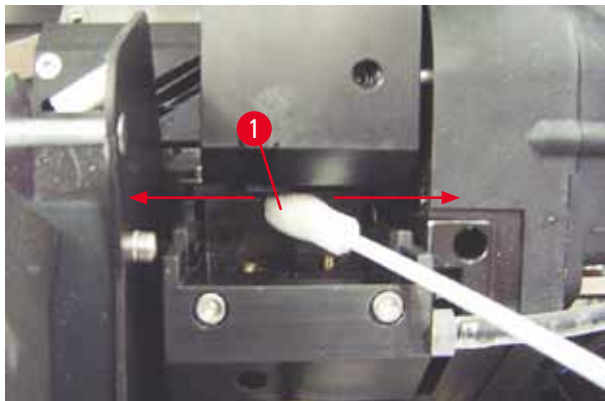

Fig. 51
5. Før forsiktig vattpinnen inn i mellomrommet under skrivehodet (→ "Fig. 51"). Påfør lett trykk oppover (på skrivehodet) og beveg skumvattpinnen frem og tilbake (ca. 10 ganger). Dermed løsnes og fjernes avleiringer av tørket blekk.